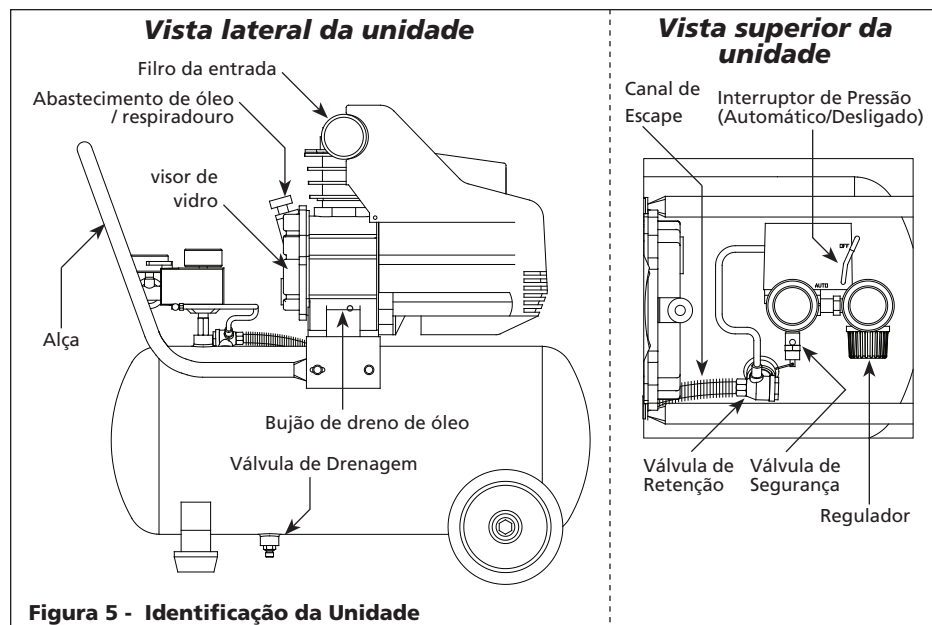

Figura 5 - Identificação da Unidade
2. Drene a umidade do tanque abrindo a válvula de dreno (veja Figura 5) localizada na parte inferior. Dê batidas no tanque para certificar-se de que toda umidade foi removida.
3. Remova a tampa do dreno (veja Figura 5). Deixe o óleo ser coletado na vasilha. Incline um pouco a unidade para drenar completamente o óleo.